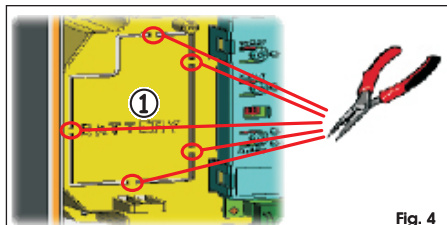

Fig. 4
Tale supporto (rif ① in Fig. 4) è stato pre-stampato per permettere l'apertura dell'alloggio batteria.